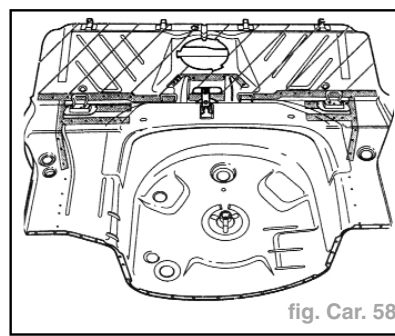

fig. Car. 58
- Reporter la ligne de coupe sur la pièce neuve et découper la zone hachurée (fig. Car. 58).